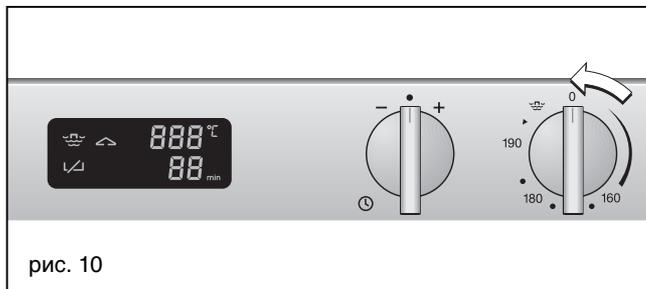

рис. 10
**Выключение:** Поверните переключатель „Температура“ в положение 0 (рис. 10). Индикация на дисплее гаснет.